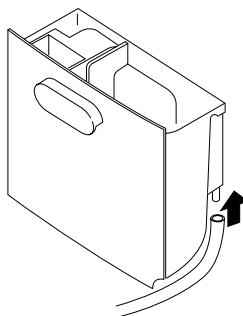

Fig. 2
- 4) Bevestig een slang met 10 mm doorsnee op de tuit (fig. 2).